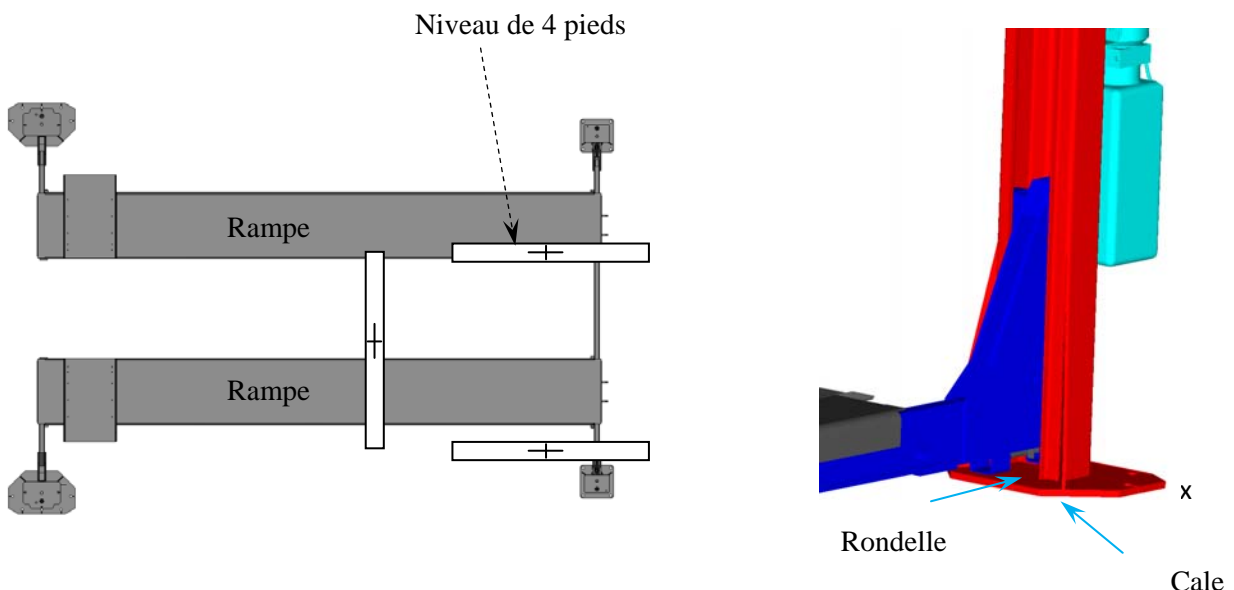

Figure 1
2. Utilisez un niveau de 4 pieds pour vérifier le niveau de l'élévateur, comme le montre la fig. 1.
3. Utilisez un niveau de 4 pieds pour vérifier le niveau de l'élévateur, comme cela est montré à la figure 1.